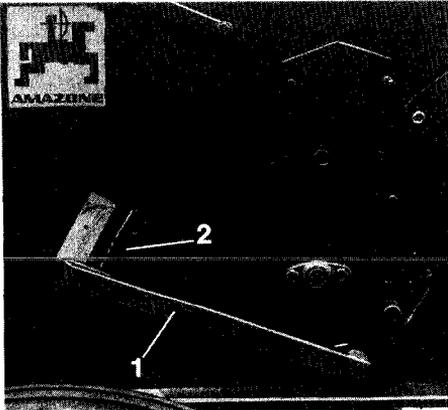
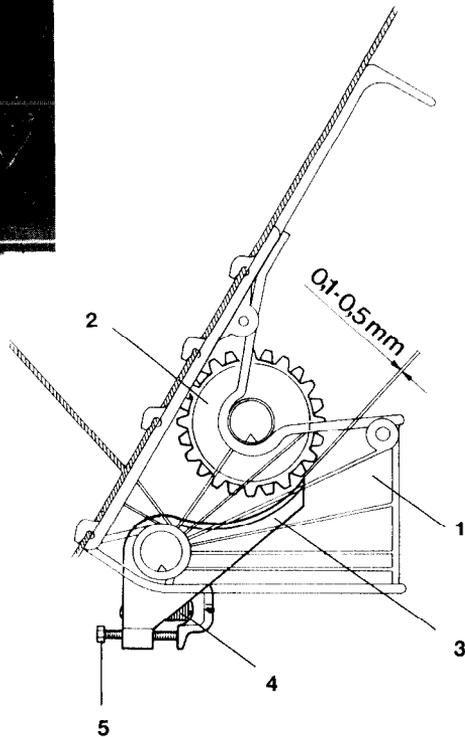

Fig. 36a
Fig. 36b
Die für die Aussaat erforderliche Saatgutmenge wird in den Sägehäusern dosiert. Das Saatgut strömt aus dem Saatkasten in die Sägehäuse. Im Sägehäuse (Fig. 36b/1) schließen Särad (Fig. 36b/2) und Bodenklappe (Fig. 36b/3) das Saatgut wie in einer Dosierkammer ein. Die dosierte Saatgutmenge wird vom Särad zum Rand der Bodenklappe gefördert, wo sie in das Saatleitungsrohr fällt, das zu dem Sächar führt. Unterschiedliche Korngrößen erfordern die Anpassung der Dosierkammer an jede Korngröße. Diese Anpassung erfolgt durch Heben und Senken der Bodenklappe mit Hilfe des Bodenklappenstellhebels (Fig. 36a/1). Größeren Fremdkörpern, die mit dem Saatgut zwischen Särad und Bodenklappe gelangen, weicht die Bodenklappe nach unten hin aus. Eine starke Rückholfeder (Fig. 36b/4) bringt die Bodenklappe sofort in Arbeitsstellung zurück.
Der Bodenklappenstellhebel (Fig. 36a/1) ist am Rastenblech (Fig. 36a/2) in Stellung „1“ zu bringen.
– Zu überprüfen ist, ob der vorgeschriebene Abstand von 0,1 mm bis 0,5 mm (siehe Fig. 36b) in jedem Sägehäuse zwischen Bodenklappe und Särad eingehalten wird. Dabei ist das Särad von Hand auf der Säwelle zu drehen.
– Der vorgeschriebene Abstand ist bei Abweichungen mit der Federspannschraube (Fig. 36b/5) einzustellen.